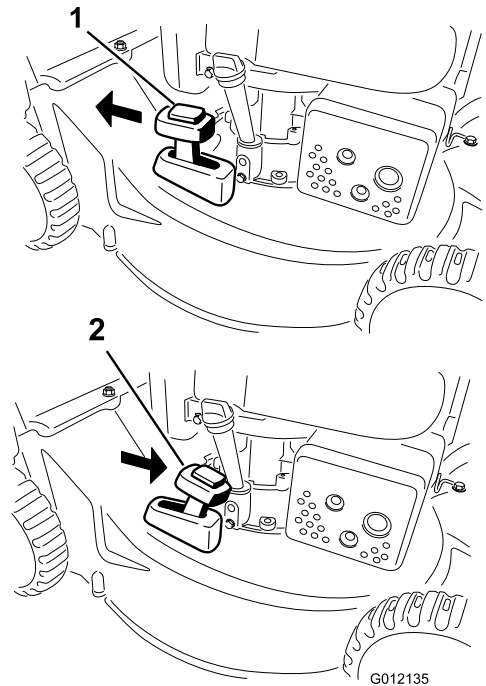

Figura 16
2. Pulse el botón situado en la palanca de Reciclado/ensacado y mueva la palanca al modo de **reciclado** (modelo 20836 solamente) (Figura 16).
2. Para ensacar los recortes de hierba, instale la bolsa de recortes (consulte Instalación de la bolsa de recortes). Pulse el botón situado encima de la palanca de Reciclado/ensacado y mueva la palanca al modo de **ensacado** (modelo 20836 solamente) (Figura 16).
Nota: La palanca de reciclado/ensacado debe estar en el modo de **ensacado** (Figura 16).